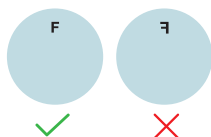

Fig 1. Sens de l'implant EndoArt®
17. Avant l'insertion, s'assurer que l'implant est dans le bon sens : La lettre « (F) » qui se trouve sur la surface périphérique de l'EndoArt® devrait apparaître correctement (Fig. 1) ; dans le cas contraire, l'implant doit être retourné.